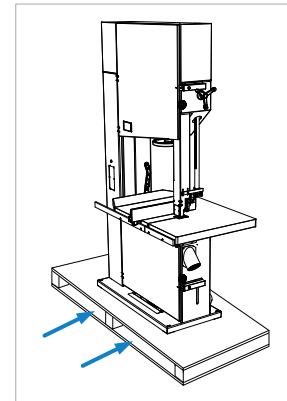

Figura 7: Transporte
- Dirija um porta-paletes entre os paletes (ver ⇒ Figura 7), levante a máquina apenas alguns centímetros e dirija até o local de instalação.